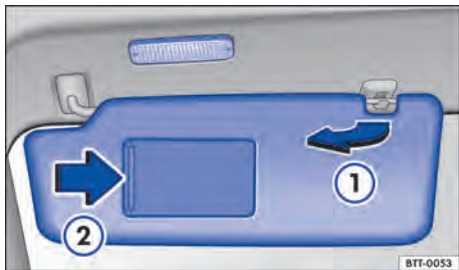

Fig. 68 Parasol.
- Desencajar del soporte y girar en la dirección de las puertas → fig. 68 ①.
En la parte posterior del parasol se encuentra un espejo de cortesía provisto de una tapa. Al abrir la cubierta → fig. 68 ② se enciende una luz.